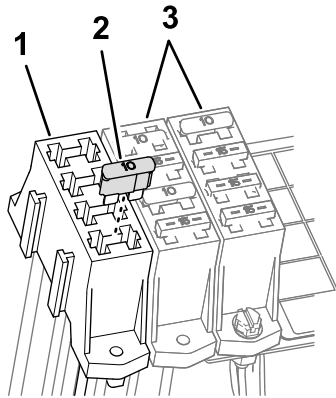

Рисунок 20
2. Вставьте предохранитель в гнездо, расположенное во вспомогательном блоке предохранителей (Рисунок 20).